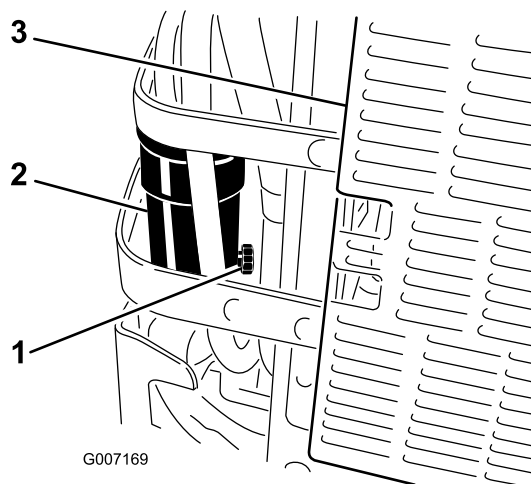

Figura 51
6. Abra la válvula de drenaje del separador de agua aproximadamente una vuelta para que se vacíen el agua y otros contaminantes (Figura 51).
7. Cierre la válvula de drenaje cuando salga solamente diésel combustible (Figura 51).